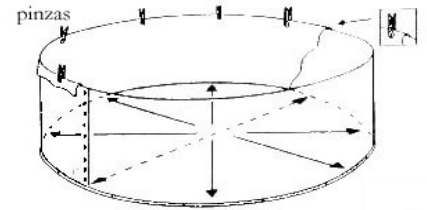

fig. 21
- b) Localizar y situar la soldadura del lateral (SL) de forma que quede perfectamente recta y perpendicular al suelo, esto le orientará para colocar el lateral sin arrugas. Levante el lateral del liner, cubra los bordes de arriba de la piscina y sujételo con pinzas (fig. 21). Quite el exceso de liner, tirando suavemente del mismo hacia fuera, evite los tirones fuertes.
c) Localizar y situar la soldadura del lateral (SL) de forma que quede perfectamente recta y perpendicular al suelo, esto le orientará para colocar el lateral sin arrugas. Levante el lateral del liner, cubra los bordes de arriba de la piscina y sujételo con pinzas (fig. 21). Quite el exceso de liner, tirando suavemente del mismo hacia fuera, evite los tirones fuertes.